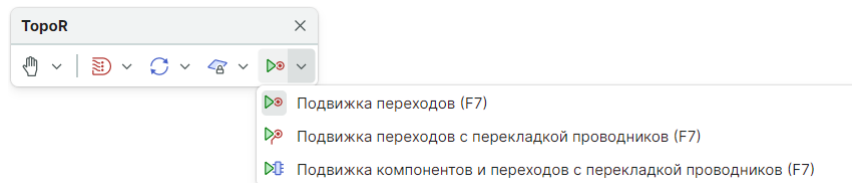

Рис. 414 Варианты подвижки переходов
4. Автопроцедура подвижки элементов, см. Рис. 414.